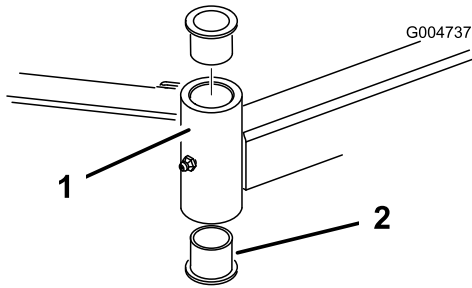

Figura 111
4. Inserte un botador fino en la parte superior o inferior del tubo de montaje y dé golpes hasta que salga el casquillo del tubo (Figura 111).